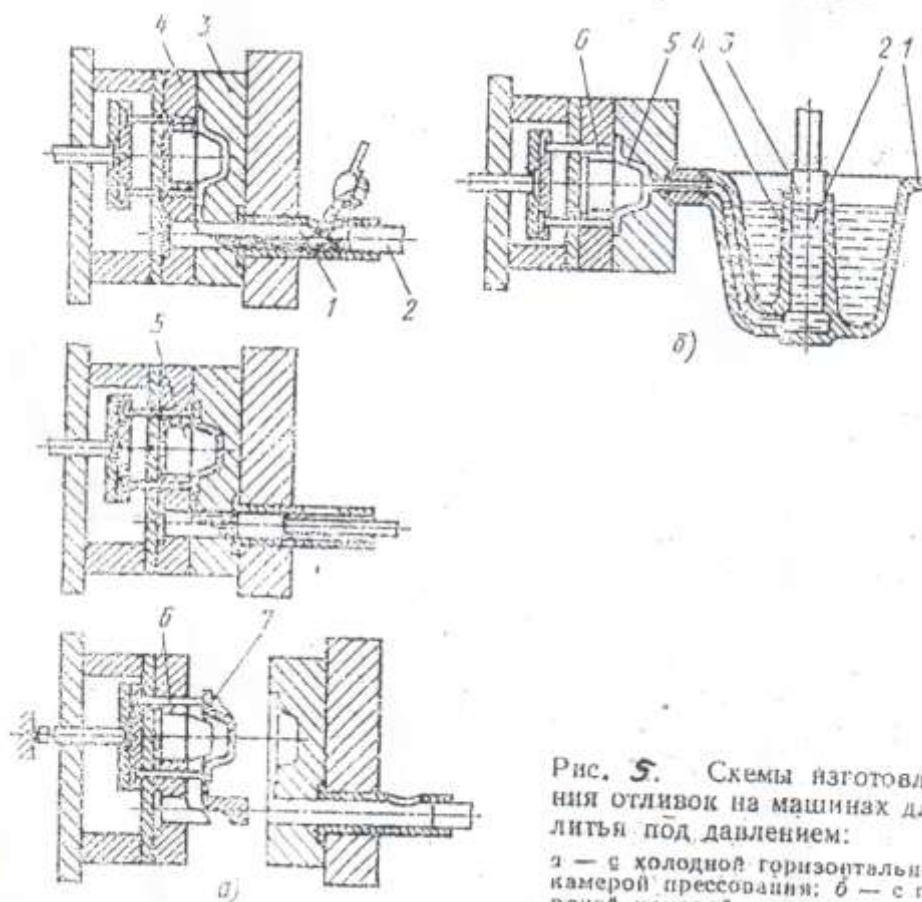

Рис. 5. Схемы изготовления отливок на машинах для литья под давлением: а — с холодной горизонтальной камерой прессования; б — с горячей камерой прессования
4.3.Объясните по рис.5 способы получения отливок на машинах с горячей и холодной камерой прессования.